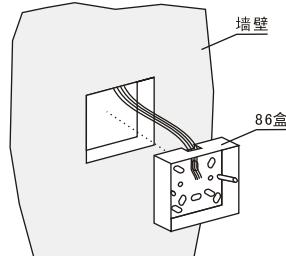

图 2
- 将连接分机线从86盒进线孔穿过，再将86盒装在槽孔内，并预埋水泥（见图2）。